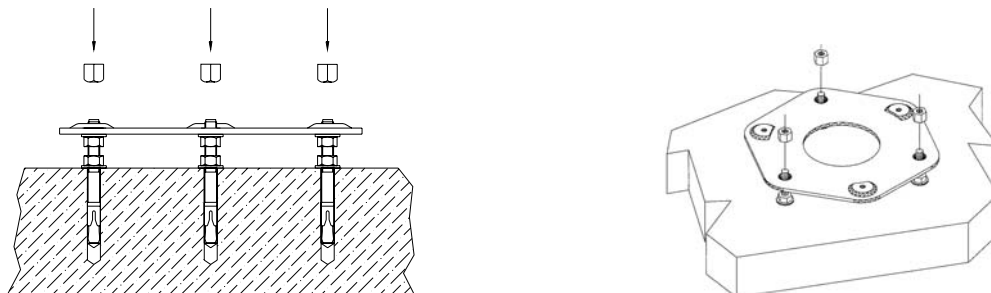

Abb.5
- Die Basis FMC-CBL auf die Dübel setzen, mit einer Wasserwaage ihre perfekte Ebenstellung überprüfen und notfalls auf die Sechskantmutter einwirken, um die Platte höher oder niedriger zu stellen (Abb.5);